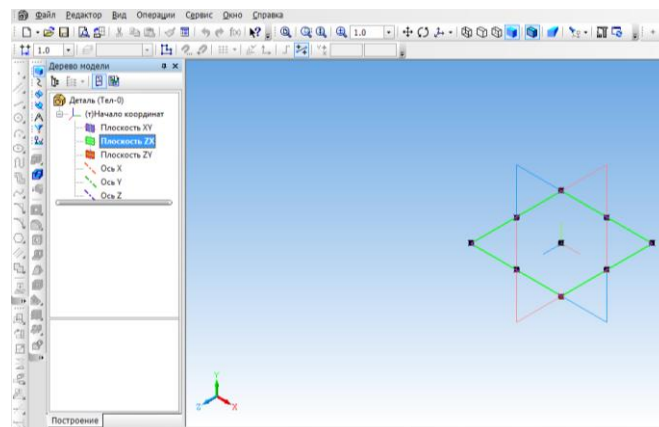

Рисунок 13.2 – Выбор Плоскости в дереве модели
3. В дереве модели выберите Плоскость ZX (рисунок 13.2).